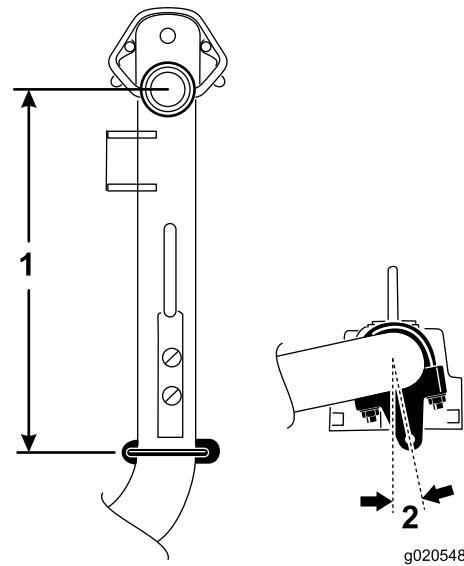

**Figura 6**
4. Sui bracci di sollevamento n° 2 e 3, posizionate le staffe e i bulloni a U a una distanza di 38,1 cm dietro la linea centrale dello snodo di articolazione (Figura 6).